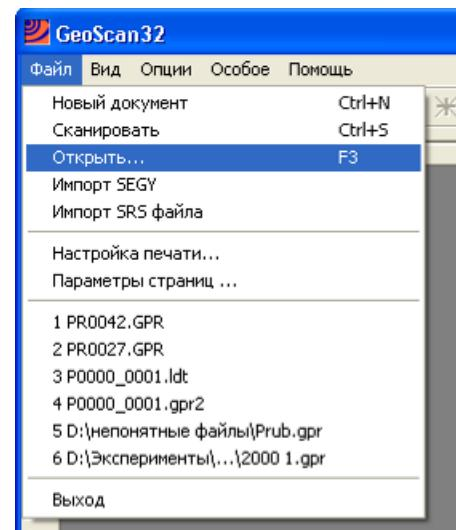
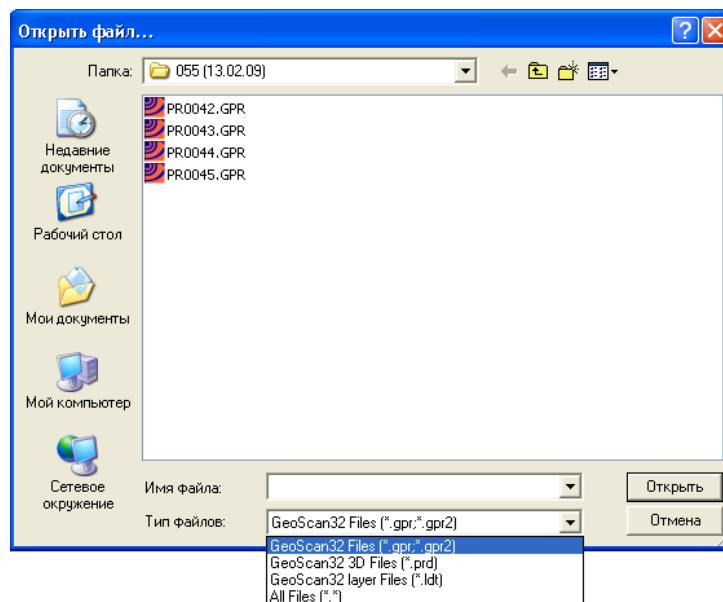

Рис. 2.8 - Открытие файлов в программе
Рис. 2.9 - Окно выбора файлов для открытия
Выбор файла для открытия осуществляется в окне «Открыть файл...» (Рис. 2.9), которое вызывается пунктом «Открыть» в меню «Файл» (Рис. 2.8), щелчком левой кнопкой мыши по значку  на панели инструментов или нажатием клавиши «F3» на клавиатуре.
В окне «Открыть файл...» предлагается выбрать тип открываемого файла (Рис. 2.9), типы файлов подробно описаны в разделе 2.4.2.
- Пункт «Новый документ» в меню «Файл» (Рис. 2.8);